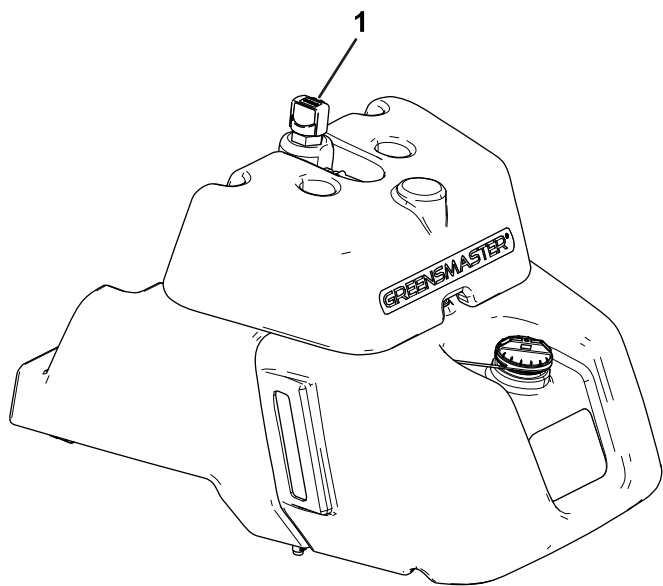

図 36
- メインの油圧オイルタンクに油量確認窓がない場合は、リークディテクタのタンク上部にあるディップスティックを探し出し**図 36**ステップ 3に進んでください。